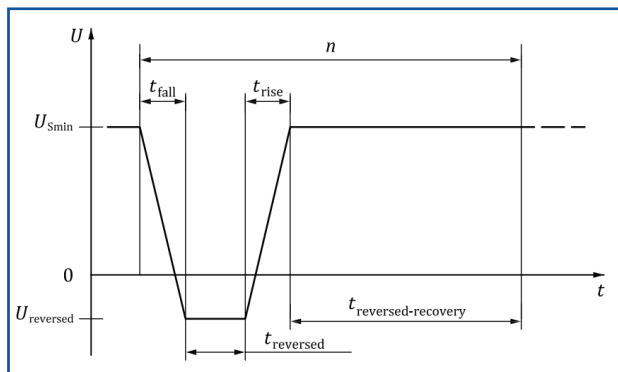

图16-反向电压测试用例1
- 本测试用例适用于被测件使用在12 V标称电压系统的车辆中，其中交流发电机电路未熔断，整流二极管承受反向电压60秒。对被测件的所有相关输入(连接)同时施加-4v的测试电压，持续时间为(60±6)s(见图16和表15)。